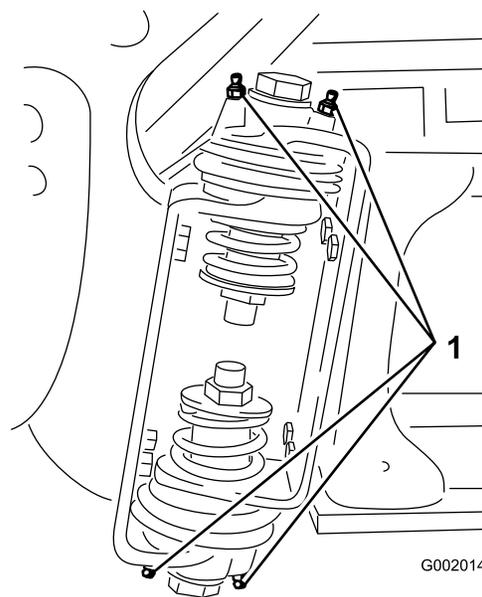

Рисунок 36
2. Закачайте консистентную смазку в подшипник или втулку через каждую масленку Рисунок 36.